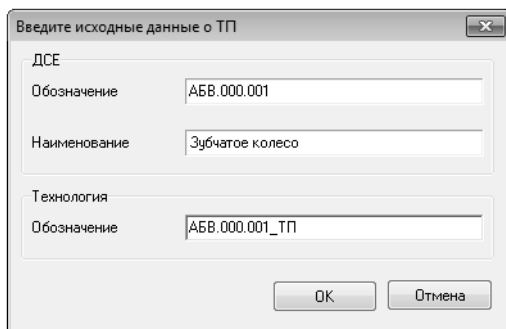

Рис. 1.2.
2. В появившемся диалоге введите: **ДСЕ обозначение** — *АБВ.000.001*; **ДСЕ наименование** — *Зубчатое колесо*; **Технология обозначение** — *АБВ.000.001\_ТП* (рис. 1.2) и нажмите **ОК**.